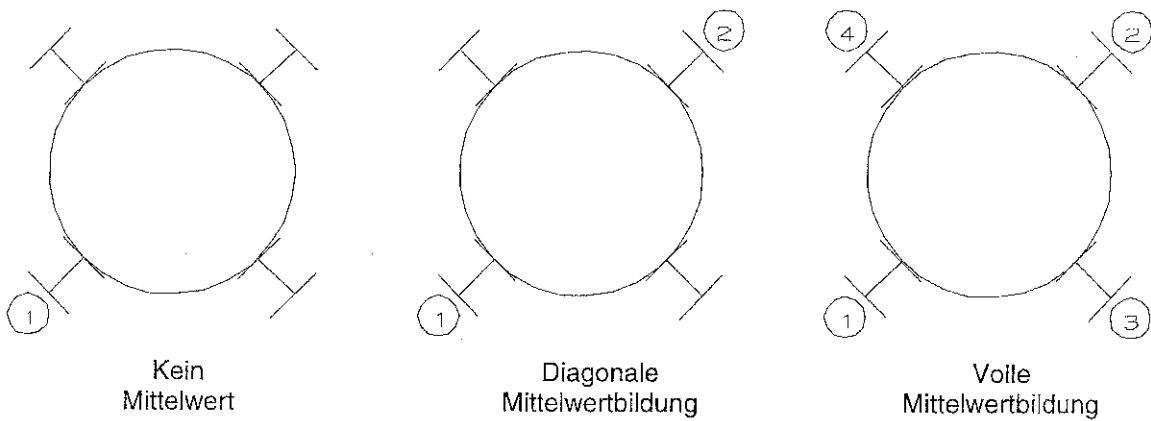

Bild 3.10
3.3.3 Bei Verwendung mehrerer Sensoren werden Ungenauigkeiten, die durch Wind, ungleichmäßige Schüttkegel, Anbackungen etc. entstehen, durch die Bildung eines Mittelwertes ausgeglichen (s. Abb. 3.10).